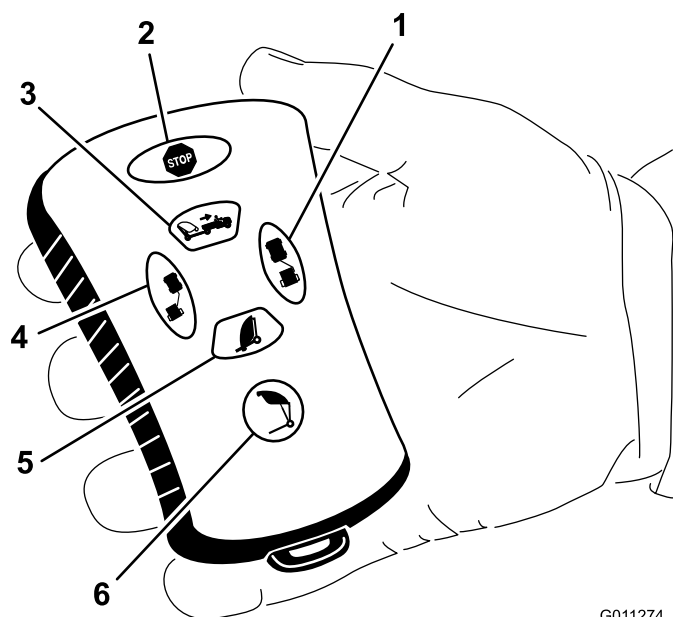

図 25
- ・ ダンプ・ボタンを押す（図 25）。
- ・ 次に、左オフセット・ボタンを押す（図 25）。
- ・ 次に、右オフセット・ボタンを押す（図 25）。
次にダンプ・ボタンを押したまま保持する（図 25）。
- ・ ホッパーを下降させるには、スローパ下降ボタンを押す（図 25）。